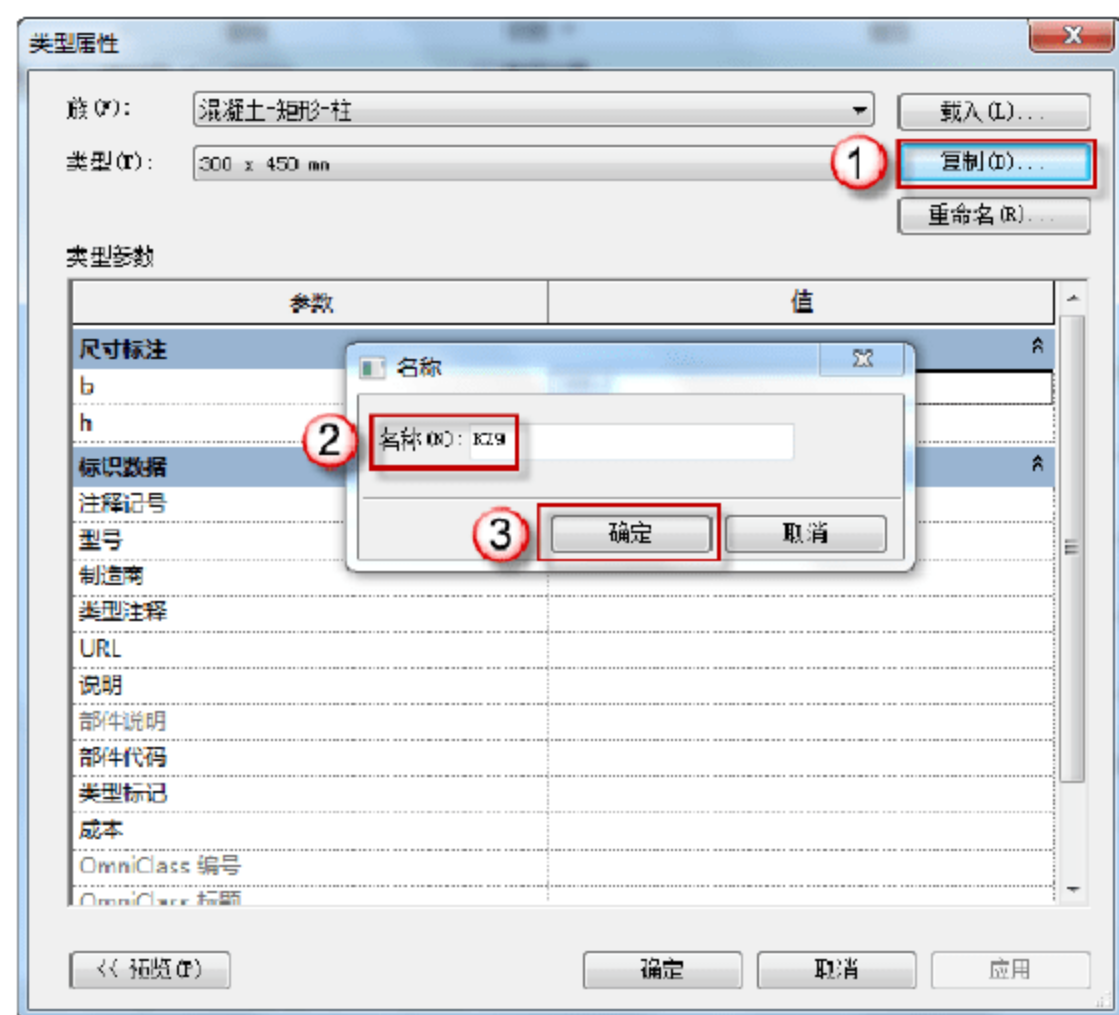
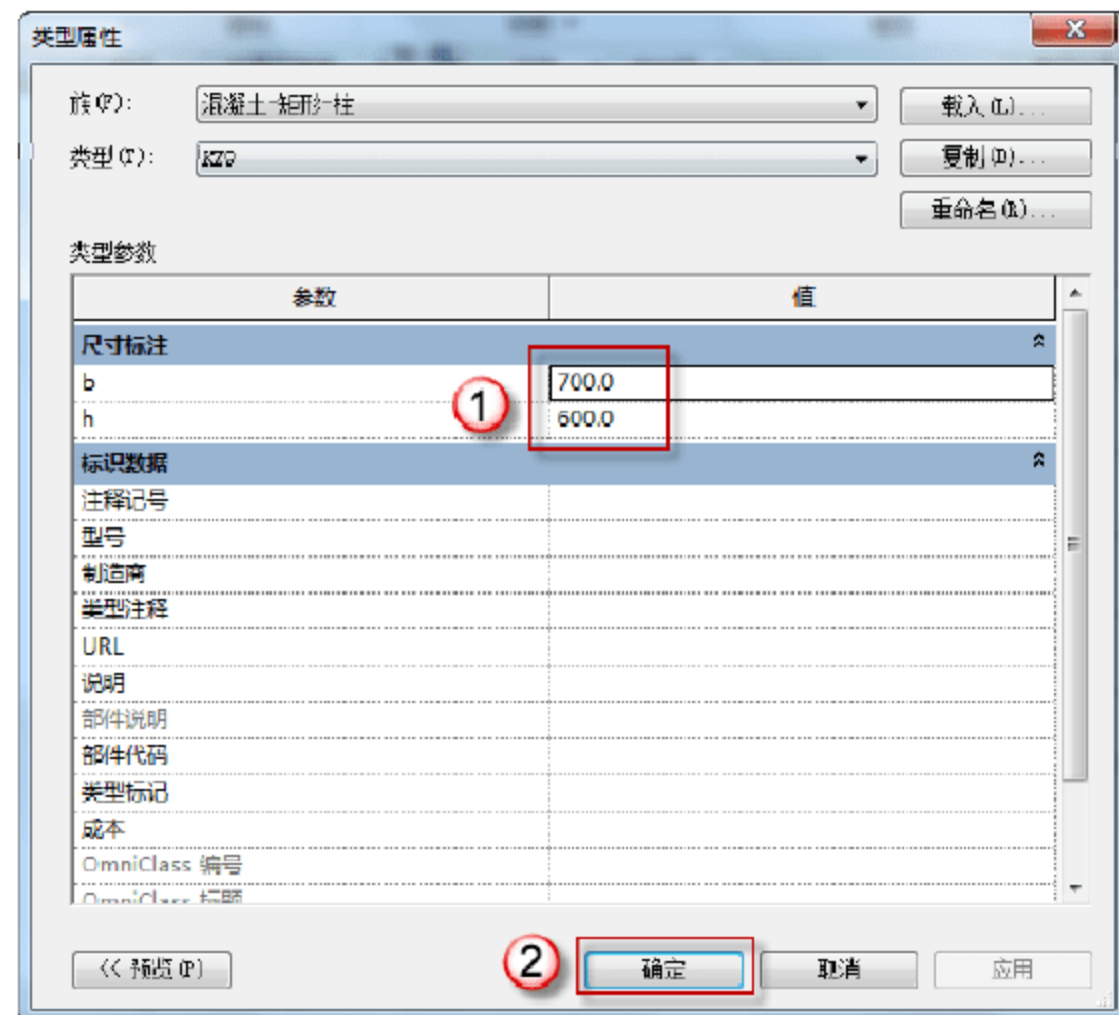

图 3.1.23 输入 KZ9 名称
图 3.1.24 输入 KZ9 截面尺寸
(13) 建立框架柱 KZ9 信息库。选择“结构”→“柱”→“编辑类型”命令，在弹出的“类型属性”对话框中，单击“复制”按钮，在弹出的对话框中输入 KZ9 字样，单击“确定”按钮。在“尺寸标注”栏中输入 b、h 的尺寸，单击“确定”按钮，如图 3.1.23 和图 3.1.24 所示。
(14) 建立框架柱 KZ10 信息库。选择“结构”→“柱”→“编辑类型”命令，在弹出的“类型属性”对话框中，单击“复制”按钮，在弹出的对话框中输入 KZ10 字样，单击